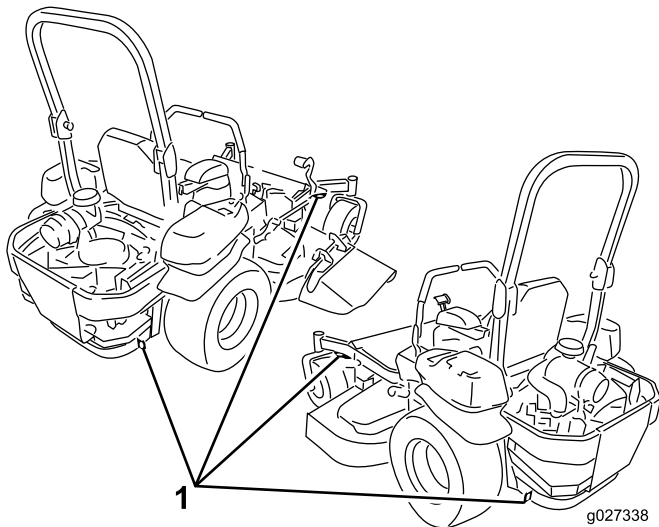

Figure 37
5. Servez-vous des points d'attache en métal de la machine pour arrimer solidement la machine sur la remorque ou le véhicule de transport au moyen de sangles, chaînes, câbles ou cordes (Figure 37).